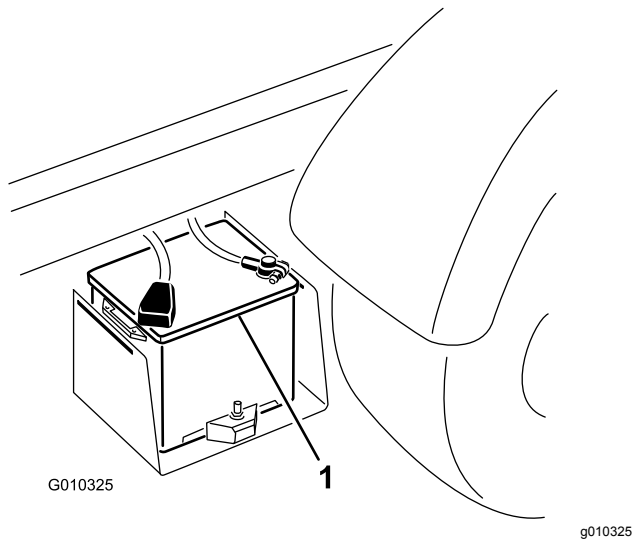

Figura 52
2. Ligue um cabo entre os pólos positivos das duas baterias (Figura 52).